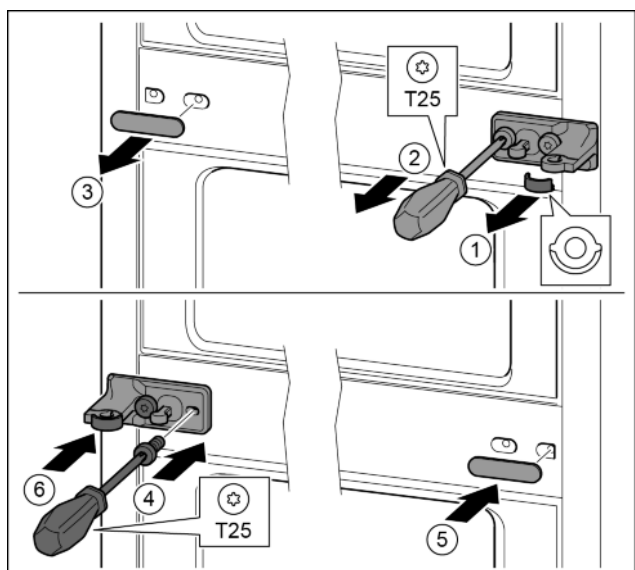

Fig. 15
- ▶ Extrageți șaiba. Fig. 15 (1)
- ▶ Demontați șuruburile cu șurubelnița T25. *Fig. 15 (2)*
- ▶ Desprindeți cu precauție capacul. *Fig. 15 (3)*
- ▶ Înșurubați ferm pe cealaltă parte suportul de lagăr cu folie rotit cu 180°. *Fig. 15 (4)*
- ▶ Atașați pe cealaltă parte capacul rotit cu 180°. *Fig. 15 (5)*
- ▶ Montați șaiba din față. *Fig. 15 (6)*